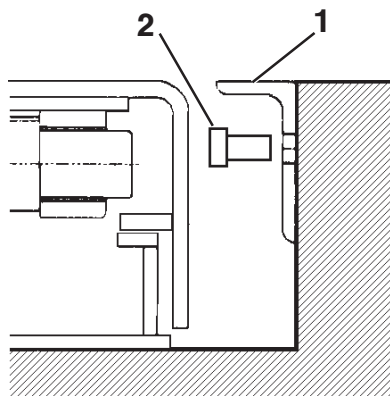

Fig. 18
N.B. Dopo avere fissato il ponte, forare con punta Ø9 per fissare l'angolare 1 (Fig. 18) mediante gli appositi tasselli 2.
N.B. After fastening the lift, drill with a bit of Ø9 to fasten the corner piece 1 (Fig. 18) using the relative plugs 2.
Winkelstück 1 (Abb. 18) mit den passenden Dübeln 2 befestigen.
Den Stecker A der Abb. 10 aus der Klemme ziehen. Auf diese Weise wird der Druckwächter aktiviert. Die Taste "Heben" betätigen und die Hebebühne auf die max. Höhe fahren. Die Taste "Senken" betätigen. Die Hebebühne fährt herunter und hält auf ca. 10-15 cm über dem Boden an (den Mikroschalter FC2 so einstellen, dass diese Funktion erfolgt). Nun die Taste avec une pointe de diamètre 9 pour fixer la cornière 1 (Fig. 18) en utilisant les chevilles appropriées 2.
NOTA: Una vez fijado el puente, agujerear con un taladro de diámetro 9 para sujetar el angular 1 (Fig. 18) con los tacos apropiados 2.